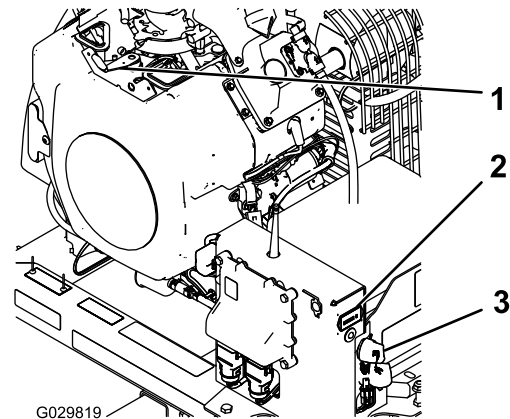

Bild 12
3. Drehen Sie den Zündschlüssel auf die START-Stellung (Bild 12).
3. Drehen Sie den Schlüssel beim Verlassen der Maschine in die AUS-Stellung und ziehen ihn ab (Bild 12).